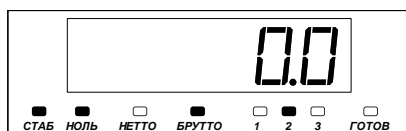

Рисунок 3
2.3.4.5 После установки на нуль показания массы брутто становятся равными нулю, и загорается светодиод "НОЛЬ" (рисунок 3).